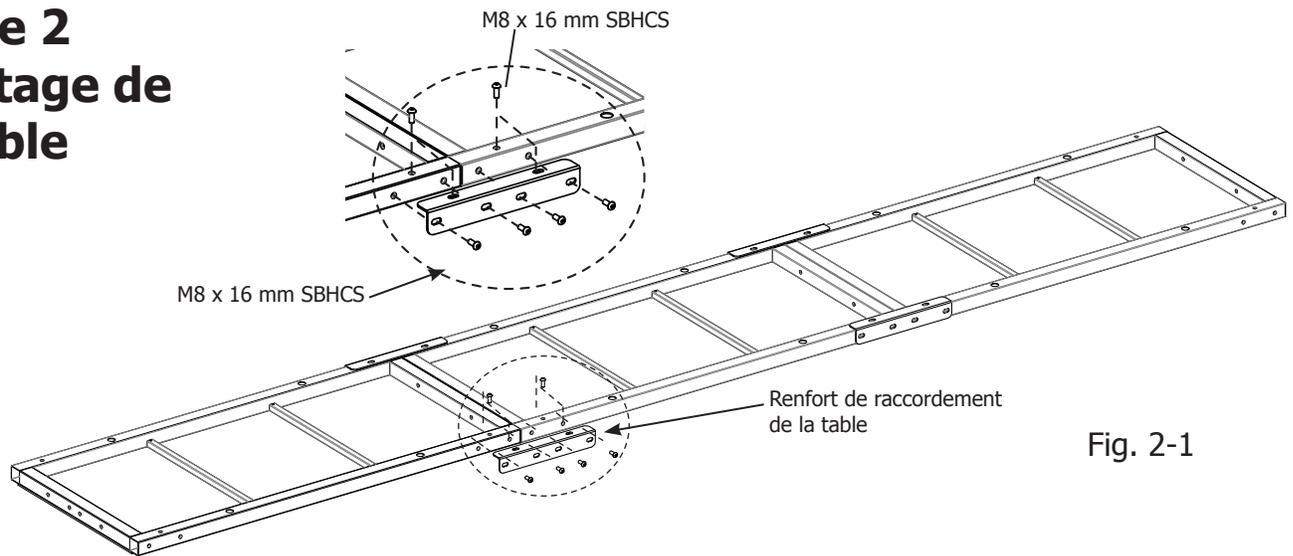

Fig. 2-1
2-2 : 12 pieds : commencez par mettre deux sections de table de quatre pieds à l'envers sur le sol, bout à bout. **10 pieds :** commencez par mettre une section de table de 2 pieds et une de 4 pieds à l'envers sur le sol, bout à bout (comme indiqué à la Fig. 2-1). Regroupez les sections en plaçant un renfort de raccordement de table sur les sections, en alignant les trous du renfort avec ceux des sections. Placez la bride du renfort vers le haut (comme illustré).
2-4 : **Serrez à la main** deux (2) SBHCS en haut de chaque renfort de raccordement de table (comme illustré). (Fig. 2-1)